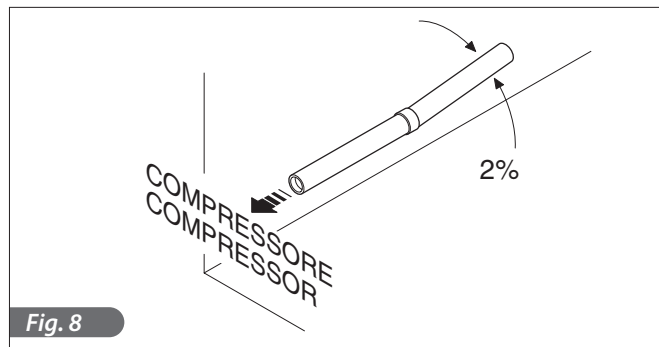

Fig. 8
- 1) Pendenza delle condotte (Fig.8)